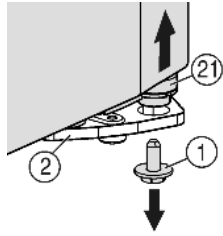
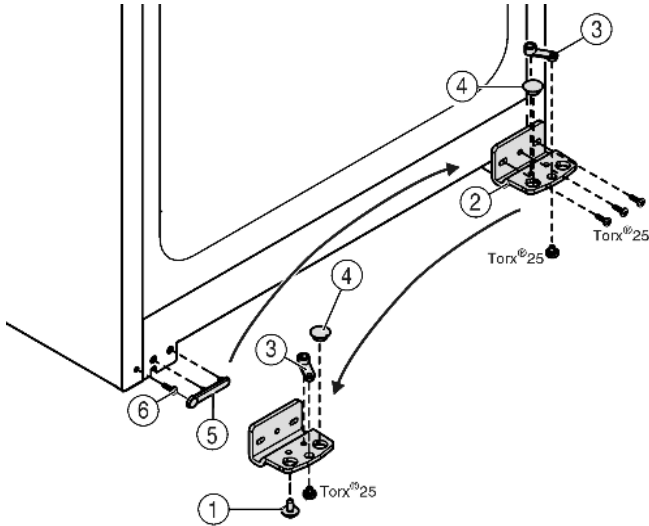

Fig. 5
Fig. 6
- ▶ Jobbra lent a csapágybakon lévő biztosítócsavart (Fig. 5 (1)) tekerje ki.
- ▶ A tartócsap (Fig. 5 (21)) kioldódik a csapágybakból (Fig. 6 (2)).
- ▶ Ha a tartócsap Fig. 5 (21) nem oldódik ki, a csapszeget alulról nyomja ki.
- ▶ Csavarozza le a csapágybakot Fig. 6 (2).
- ▶ Csavarozza le a csapágyrészét Fig. 6 (3), helyezze át a csapágybak túloldali felvő furatába és csavarozza vissza.
- ▶ Vegye ki a csapágybakban lévő dugót Fig. 6 (4), és helyezze át a csapágybak szemközti oldalán lévő felvőfuratba.
- ▶ Óvatosan emelje le a fogantyú felőli fedelet Fig. 6 (5).
- ▶ Tekerje ki a csavart Fig. 6 (6) és az ellenkező oldalon helyezze be.
- ▶ Helyezze vissza a fedelet Fig. 6 (5).
- ▶ Csavarozza vissza a csapágybakot Fig. 6 (2) a csuklópánt új oldalára **4 Nm-es nyomatékkal**, szükség esetén egy akkus csavarhúzóval.
- ▶ A biztosítócsavart Fig. 5 (1) lent csavarja be a tartócsapba és húzza meg (**4 Nm-es nyomatékkal**).